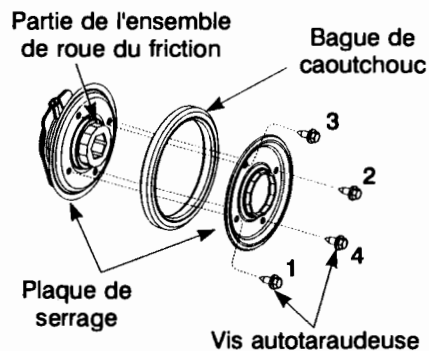

FIGURE 31
Vérifiez le degré d'usure de la roue de frottement au moins une fois par saison. Remplacez la bague en caoutchouc (roue de frottement) avant que les plaques de serrage n'endommagent la plaque d'entraînement en aluminium. Voir la figure 31.
- Remonter la nouvelle bague de caoutchouc à l'ensemble de la roue de frottement, donnez approximativement deux tours de tournevis à chacune des vis, dans l'ordre, illustré à la Figure 31, jusqu'à qu'elles soient bien serrées. Il est très important que la bague de caoutchouc soit bien montée de façon symétrique.